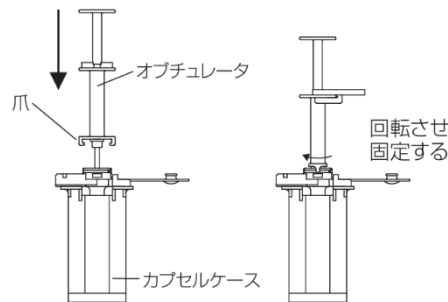
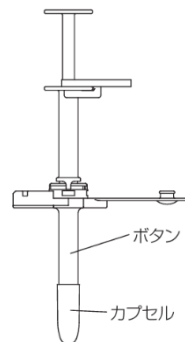

図9
図10
1. オブチュレータをカプセルケースに入ったボタンに突き当たるまで挿入する。このとき、オブチュレータの爪をボタンの体外固定部の溝に合わせて挿入する。（図 9）オブチュレータをカチッと手応えを感じるまで回転させ、爪でボタンの体外固定部とオブチュレータを固定したのち、オブチュレータとボタンをカプセルケースから引き抜く。（図 10）